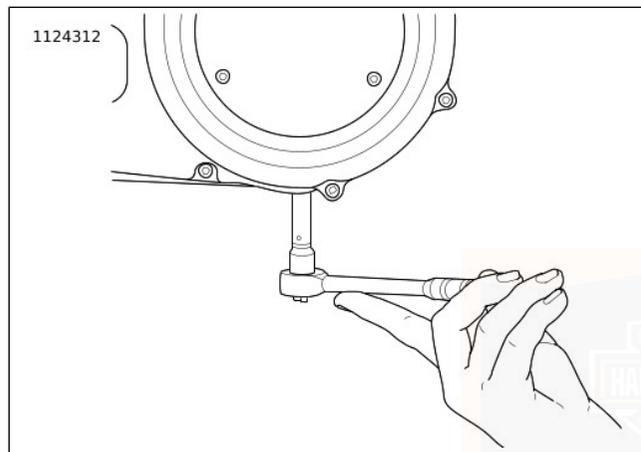

Abbildung 71. Ausbau/Einbau der Kettengehäuse-Ablassschraube
3. Siehe Abbildung 71. Das Primärkettengehäuse entleeren.